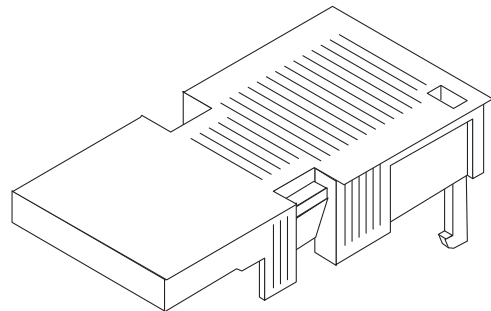

ABBILDUNG 5-46 Gleichstromverbindungsteile
1. Legen Sie die Teile bereit, die Sie zum Zusammenbauen des Stromkabels benötigen (ABBILDUNG 5-46).